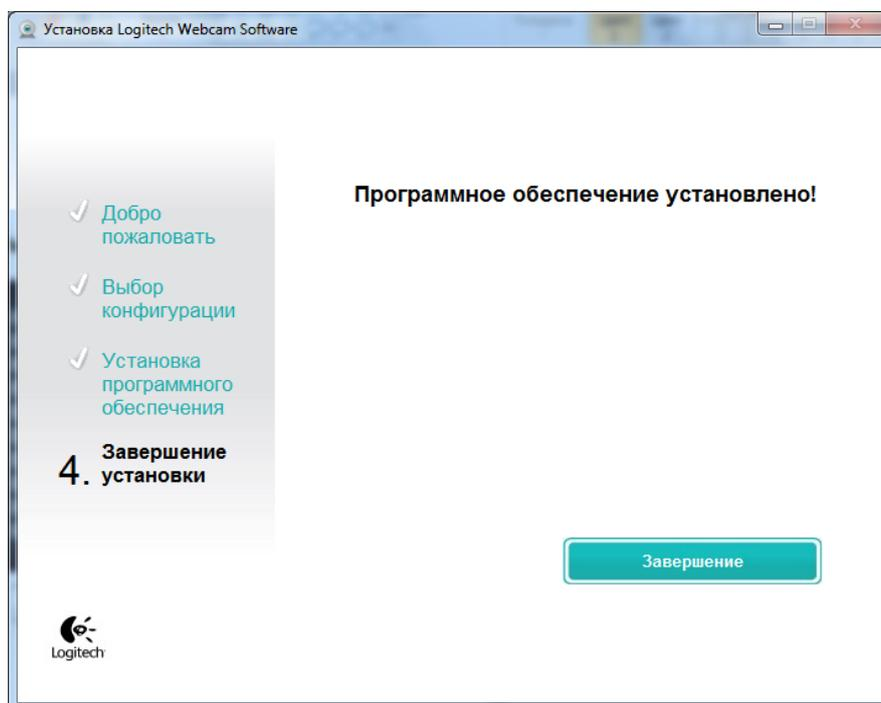

Рисунок 15.7
7. Нажать кнопку «Завершение» (Рисунок 15.7)